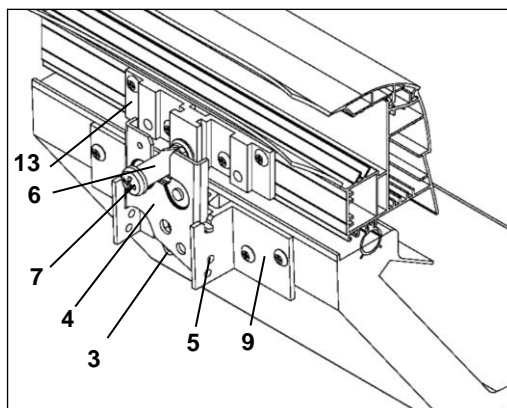

Bild 3
1. Hebel des Fallenschlosses (3) nach links drücken und das Fallenschloss (4) entriegeln (**Bild 3**).
2. Befestigungsschraube (5) lösen und Fallenschloss (4) herausnehmen (**Bild 3**).
3. Verriegelungsbolzen (6+7) inklusive Kunststoff-Distanzbuchse (6) durch Lösen der Kreuzschlitzschraube M 8 (7) entfernen (**Bild 3**).